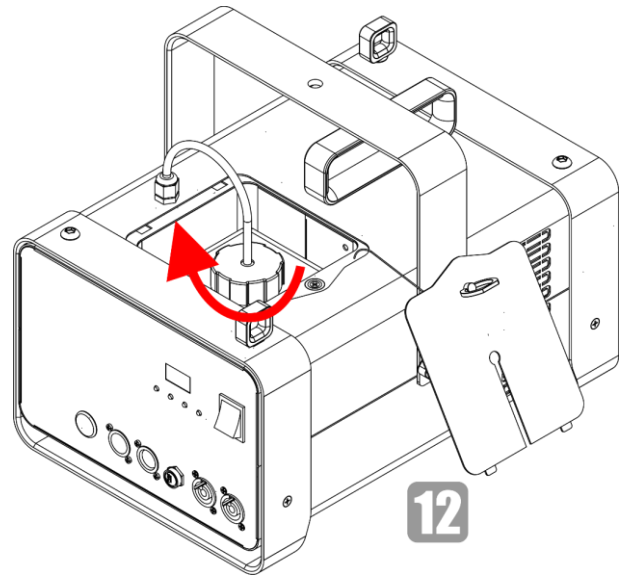

Abb. 18
- 12) Schrauben Sie den Deckel des Flüssigkeitsbehälters zu (Abb. 18).